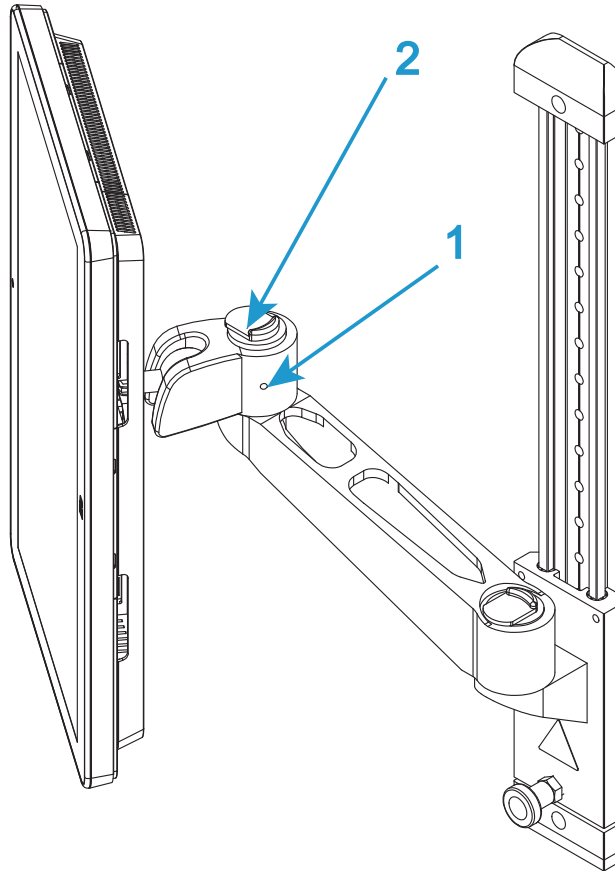
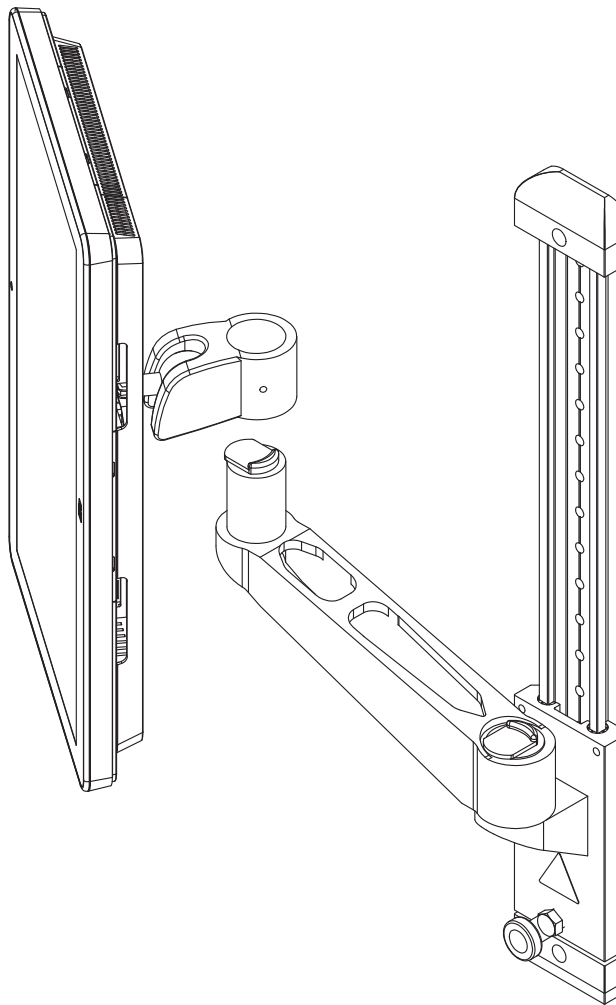

Abbildung 12. Montagearm
Abbildung 13. Zum Entfernen anheben
3. Wenn erforderlich, lösen Sie den Gewindestift an der Seite des Ellbogen am Montagearm (1 in Abbildung 12 auf Seite 50).
4. Betätigen Sie den Entriegelungsmechanismus oben am Ellbogen (2 in Abbildung 12 auf Seite 50) und heben Sie den Bluehill® Bedienerdashboard vom Montagearm (Abbildung 13 auf Seite 51) ab.